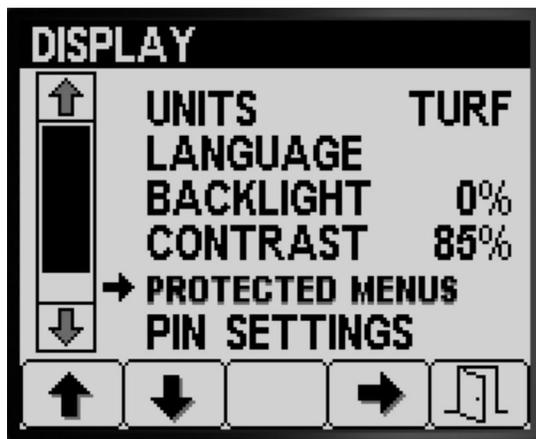

Figura 21
1. Prima os botões 1 ou 2 para navegar para a opção MENUS PROTEGIDOS (Figura 21).
2. Prima o botão 4 para selecionar a entrada MENUS PROTEGIDOS (Figura 21).